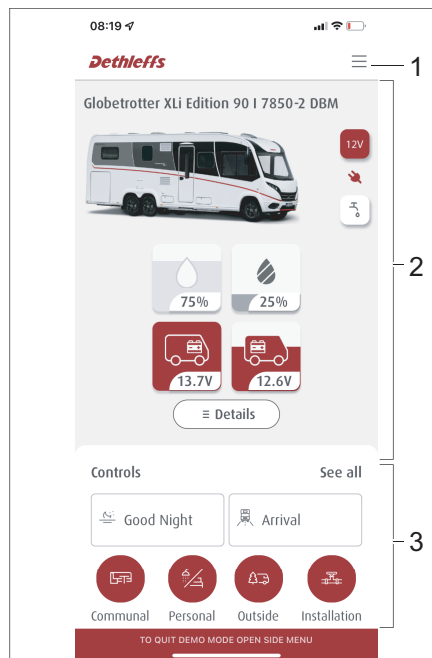

Bild 300 Dethleffs Connect-appens struktur
- Menyområde (Bild 300,1)
- Information om fordonet (Bild 300,2)
- Området för hantering och scenarior (Bild 300,3)